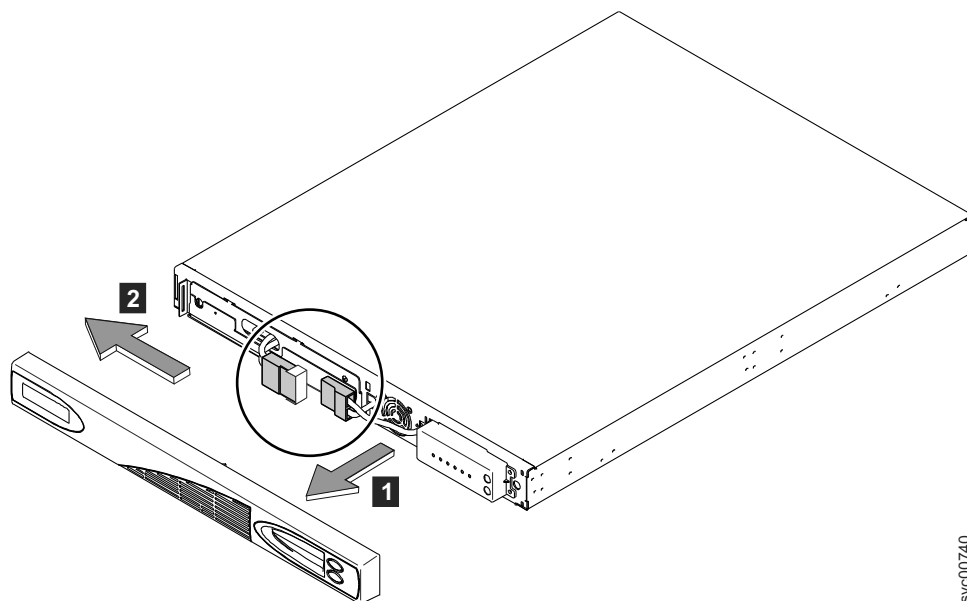

図 344. 2145 UPS-1U のフロント・パネルの取り外し
5. 2145 UPS-1U のフロント・パネルを、 453 ページの図 344 に示すように、手前に引いてから左に引いて取り外します。